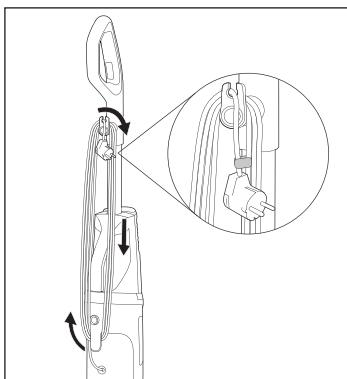

Fig. 3
- ◆ Înfășurați complet cablul de alimentare ⑯ în jurul suporturilor superior și inferior de cablu ⑯/⑳ (a se vedea fig. 3).